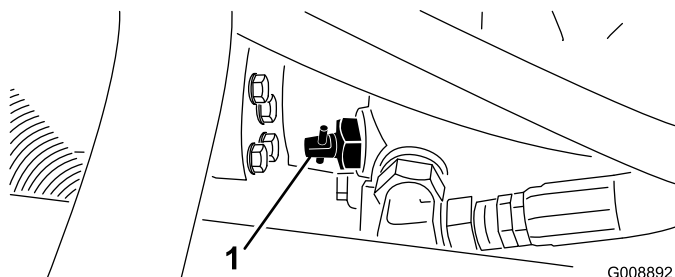

Figure 31
1. Trouvez la vanne de dérivation sur la pompe (Figure 31) et tournez-la de 90°.